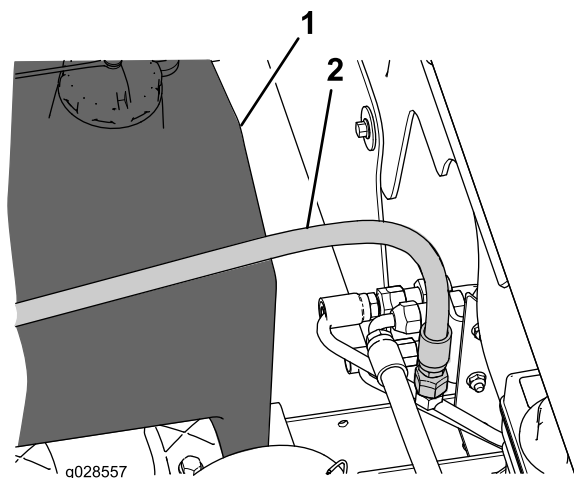

Figura 9
6. Retire el tapón del acoplamiento en T del tubo hidráulico situado junto al depósito de fluido hidráulico (Figura 9).